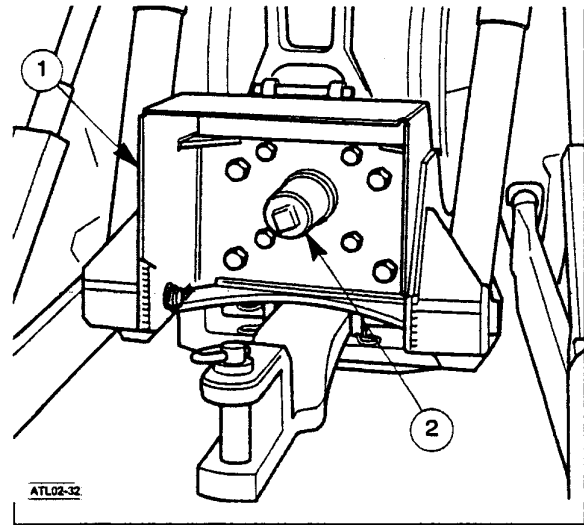

Fig.2-32
- Controle que la protección de la toma de fuerza (1) estén en su posición y que la tapa del eje (2) esté montada cuando la toma de fuerza no se usa (Fig. 2-32).